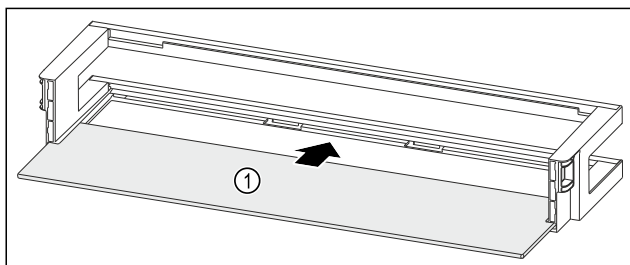

Fig. 277 Dørhylle med oppstillingsplass
- Skyv oppstillingsplassen Fig. 277 (1) inn i fordypningene på sidene.